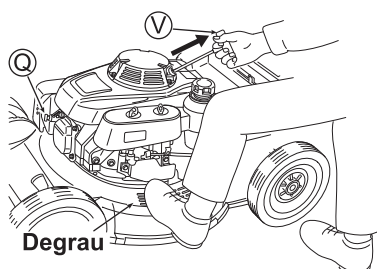

Fig. 12
- 1 Instale o terminal da vela (Q). (Veja a fig. 12)
- 4 Para acionar o motor, pise no degrau da carcaça, puxe levemente a manopla de partida (V) e pare temporariamente na posição onde você sentir uma resistência ao puxar a manopla (veja a fig. 12); a seguir, puxe-a fortemente a partir daquela posição. Depois disso, retorne lentamente a manopla de partida (V).